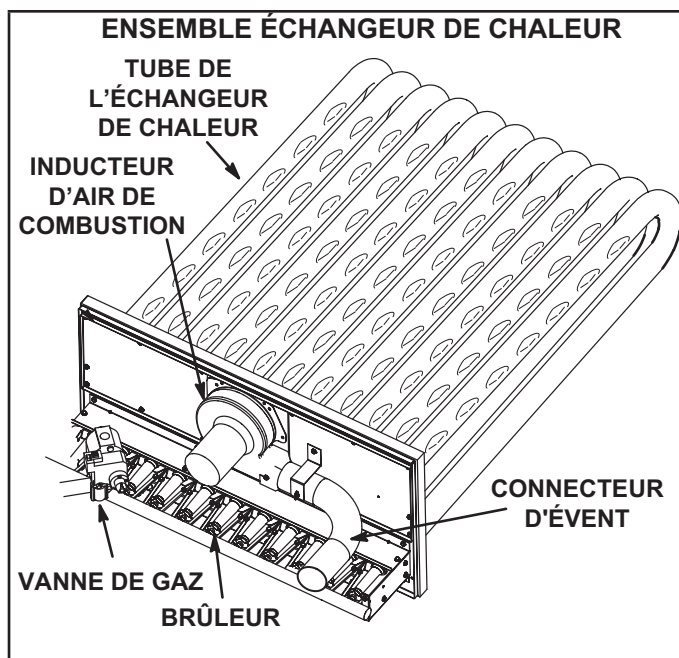

FIGURE 49
- 3 - Retirez et conservez les vis fixant l'inducteur d'air de combustion sur la boîte à fumée. Retirez et conservez les deux vis de fixation de la patte supportant le connecteur d'évacuation. Reportez-vous à la FIGURE 49.